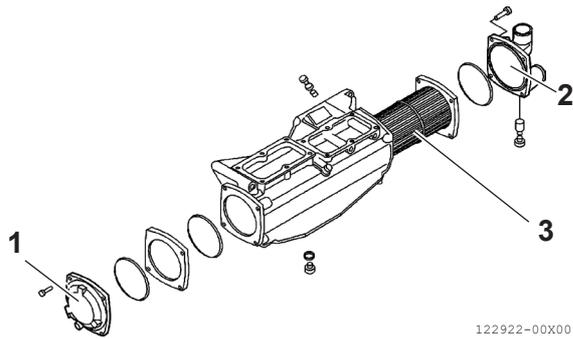

Abbildung 16
4. Entfernen Sie die Abdeckungen (**Abbildung 16, [1]** und **Abbildung 16, [2]**) am Prüfstand oder an einem anderen geeigneten Ort.
5. Ziehen Sie das Rohrbündel (**Abbildung 16, [3]**) heraus.